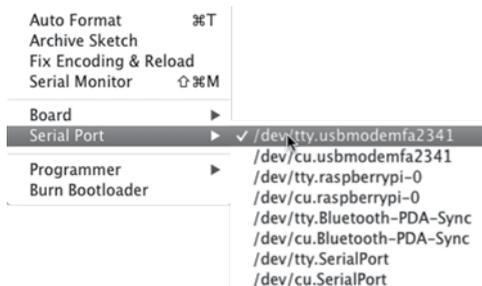

Figura 1.6 – Selecione a placa serial correta da lista.
Depois, você precisa definir a porta serial, pois o USB enxerga o Arduino como uma conexão serial. Selecione **Tools > Serial Port** e então escolha sua porta serial (veja a figura 1.6). Em um sistema usando Mac OS X para um Arduino Uno, a porta será identificada como algo parecido com `/dev/tty.usbmodem`; para placas mais antigas como a Duemilanove ou Diecimila, será algo como `/dev/tty.usbserial1`. Em um sistema Windows, a porta será identificada como COM3.
**NOTA:** A figura 1.6 mostra a seleção para um sistema usando Mac OS X. A porta em um sistema Windows é diferente e será algo parecido com COM3.